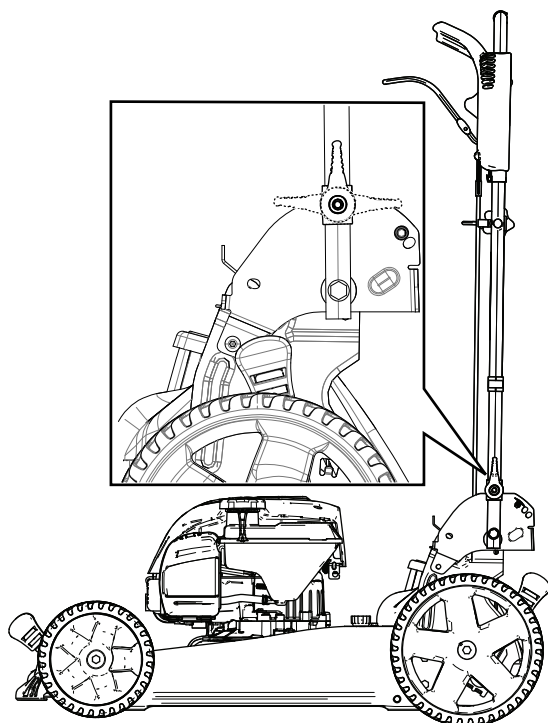

Figure 21
3. Pliez le guidon vers l'avant à la position verticale ou complètement en avant, comme montré à la Figure 21.